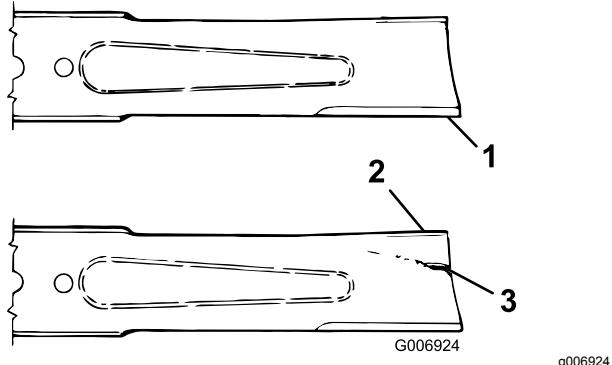

Figura 96
3. Examine cuidadosamente los extremos de corte de la cuchilla, sobre todo en el punto de reunión entre la parte plana y la parte curva de la cuchilla (Figura 96).
4. Si se aprecia desgaste (Figura 96), cambie la cuchilla; consulte Retirada e instalación de una cuchilla \(página 68\).